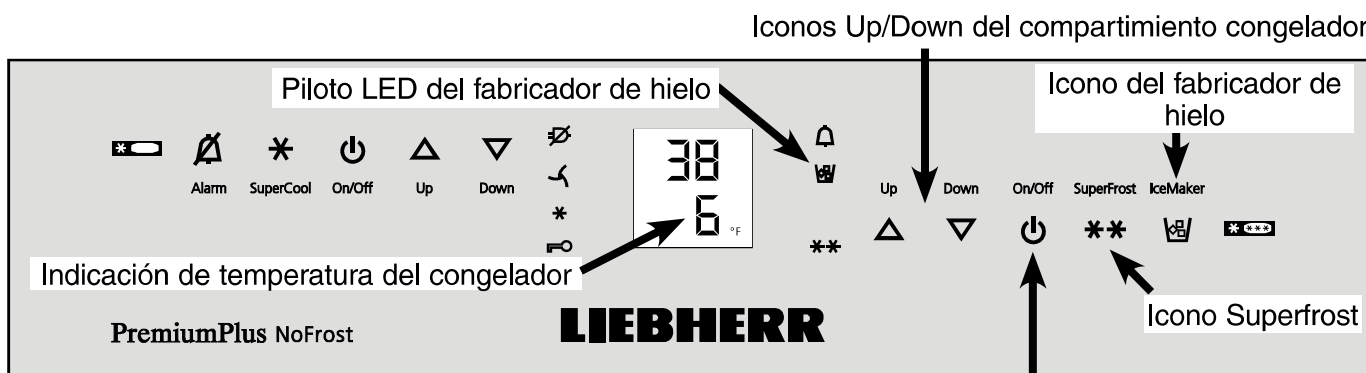

Figura 23 Icono On/Off del compartimiento congelador.
- Encienda el fabricante de hielo pulsando el icono de fabricante de hielo (**Figura 23**).
- Pulse el icono IceMaker para que se encienda el **piloto LED del fabricante de hielo** (**Figura 23**).